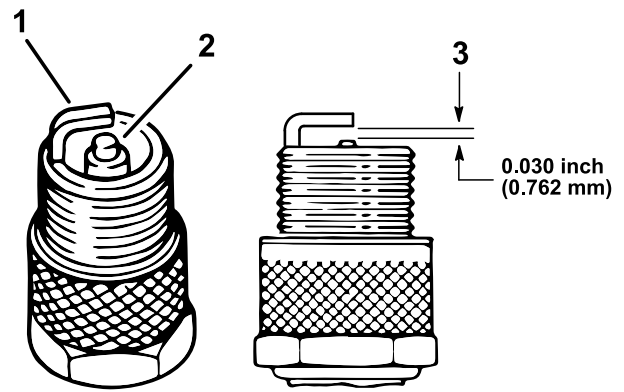

Figura 37
- Compruebe el estado del electrodo lateral, el electrodo central y el aislamiento del electrodo central para verificar que no están dañados (Figura 37).
- Ajuste la distancia entre los electrodos central y lateral a 0,762 mm, tal y como se muestra en la Figura 37.